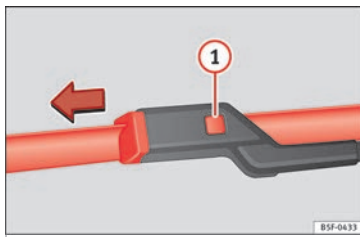

Fig. 72 Cambio de la escobilla del limpiaparabrisas.
- Oprima el botón de seguridad **1** » **fig. 72**.